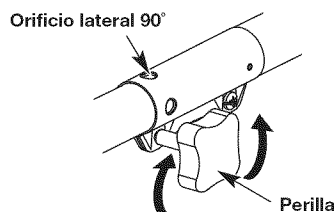

Fig. 4
- Gire la perilla en sentido antihorario para aflojarla (Fig. 4).
- Gire la perilla en sentido horario para ajustarla (Fig. 4).
Para realizar recortes decorativos con el accesorio de corte de cabezal de línea u otro accesorio, trabe el botón de desconexión del accesorio de corte u otro accesorio en el interior del agujero de 90° (Fig. 4).